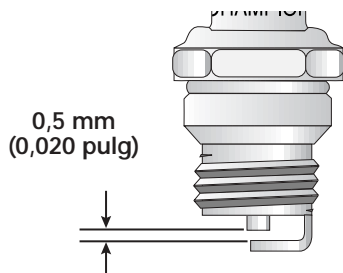

Fig. 15
3. Cambie las bujías que estén rajadas, sucias o deterioradas. Fije la separación de aire a **0,5 mm (0,020 pulgadas)** utilizando un calibrador (Fig. 15).